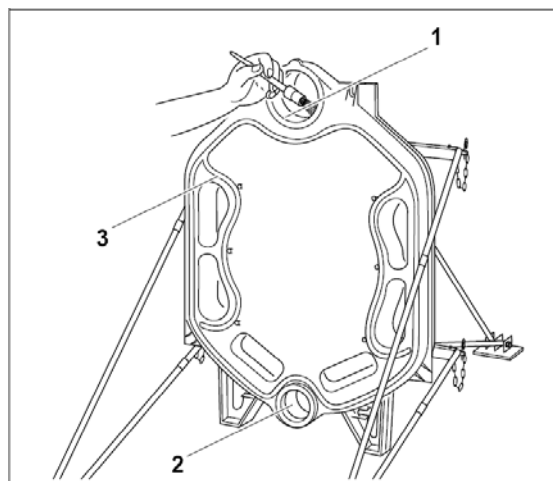

Fig. 8
- Rengör nippelgångens tätningsytor (Fig. 8, **pos. 1 och 2**) med en trasa, som är fuktad med bensin.